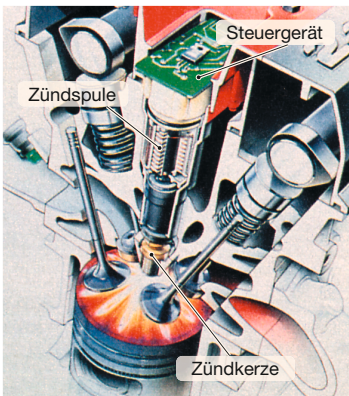
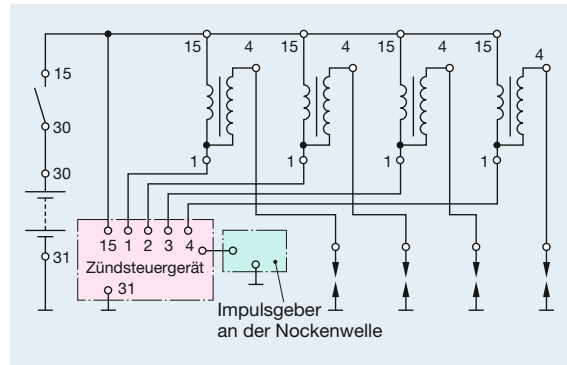

Abb. 1: Zündeinheit
Abb. 2: Schaltplan einer VZ mit Einzelfunken-Zündspulen
Für die Zündspannungsverteilung durch **Einzelfunken-Zündspulen** (Abb.2) werden soviel Zündspulen und Endstufen benötigt, wie Zylinder vorhanden sind. Die Zündspannungsleitungen entfallen, wenn die Zündspulen mit den Endstufen als kompakte Einheit (**Zünd-einheit**) im Zylinderkopf direkt auf den Zündkerzen angeordnet werden (Abb.1). Die jeweilige Zündkerze ist dabei unmittelbar mit dem Zündspannungsausgang der Zündspule verbunden. Das Ein- und Ausschalten des Primärstromes durch die jeweilige Zündungsstufe wird von einem **Leistungsmodul mit Verteilerlogik** im Zündsteuergerät ausgeführt.
Die **Zündleitungen** sind mit den Zündkerzen der Zylinder so verbunden, dass die erste Zündkerze zu Beginn des Arbeitstakts eines Zylinders zündet, während die zweite Zündkerze in den Ausstoßtakt eines anderen Zylinders zündet (Abb. 6, Abschnitte ②, ③ und Abb. 1, S. 286).